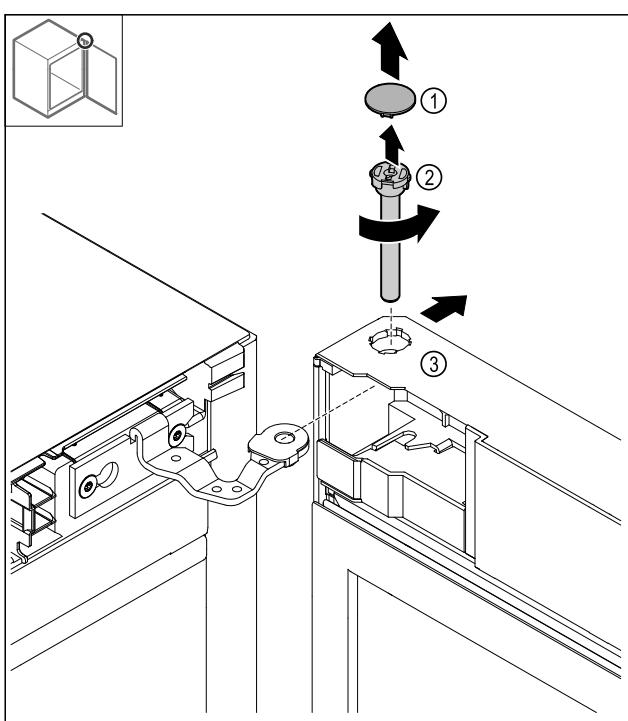

Fig. 19
- Abdeckung Fig. 19 (1) abnehmen.
- Bolzen Fig. 19 (2) gegen den Uhrzeigersinn lösen und herausziehen.
- Tür Fig. 19 (3) leicht kippen.